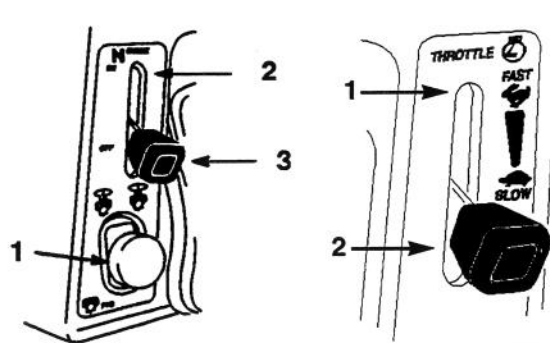

Figure 3
3. Pousser la PTO (prise de force) sur "OFF" (ARRET) (Fig. 3)
4. Placer la manette de starter sur "ON" (MARCHÉ) (Fig. 3).